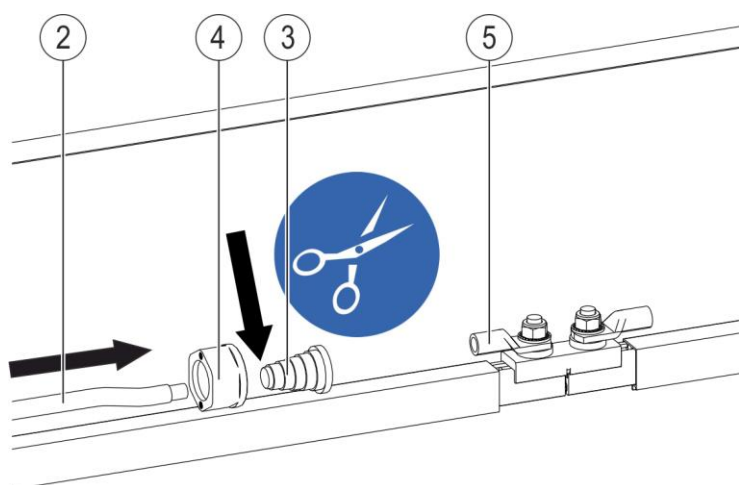

Fig. 85 : Insérer l'extrémité du câble dans la douille
- Placer les écrous (pos. 4) sur les extrémités du câble de raccordement (pos. 2) (voir Fig. 85).
- Couper les douilles en caoutchouc (pos. 3) en fonction du diamètre du câble et insérer les extrémités dénudées du câble de raccordement (pos. 2) dans les douilles (raccordement unilatéral ou bilatéral possible) (voir Fig. 85).